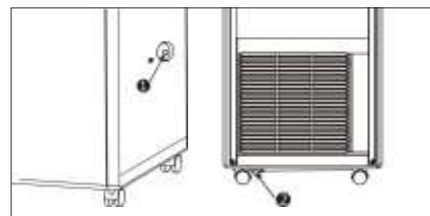

Рис. 10
1. Когда устройство работает в режиме охлаждения, установка дренажной трубки для отвода конденсата не требуется, т.к. конденсат испаряется автоматически. Убедитесь, что когда устройство находится в работе, резиновая заглушка сливного шланга надежно закреплена (см. рис.10).
2. При работе в режиме обогрева выньте резиновую заглушку (2) сливного шланга (Рис.10), установите соответствующий сливной шланг, чтобы повысить эффективность обогрева.
3. При работе в режиме осушения выньте резиновую заглушку (2) сливного шланга, установите соответствующий сливной шланг.